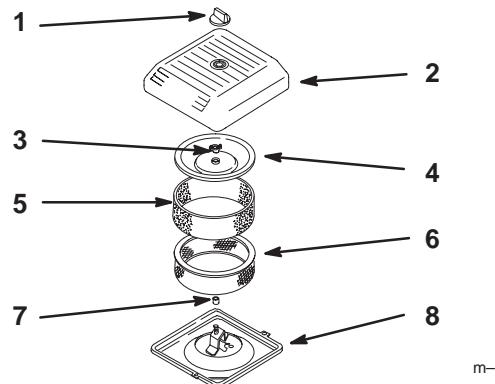

Bild 29
- Schrauben Sie das Handrad los und entfernen Sie die Luftfilterabdeckung (Bild 29).
- Schieben Sie den Schaumvorfilter vorsichtig vom Papiereinsatz herunter (Bild 29).
- Lösen Sie die Abdeckungsmutter und entfernen Sie die Abdeckung und den Papierfilter (Bild 29).
- Schieben Sie den Schaumvorfilter vorsichtig auf den Papierfilter (Bild 29).
- Schieben Sie den Luftfilter auf das Luftfilterunterteil (Fig. 29).
- Setzen Sie die Abdeckung auf und befestigen Sie sie mit der Flügelmutter (Bild 29).
- Setzen Sie die Luftfilterabdeckung ein und befestigen Sie sie mit dem Handrad (Bild 29).